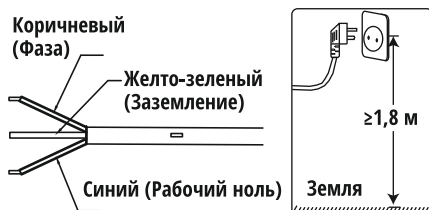

Рис. 3
3. Закрепите розетку питания на стене. Требования к источнику питания: однофазный, 220в, три провода. Рекомендуется размещать розетку справа над водонагревателем. Расстояние розетки от земли должно быть не менее 1,8 м, см. рис. 3.